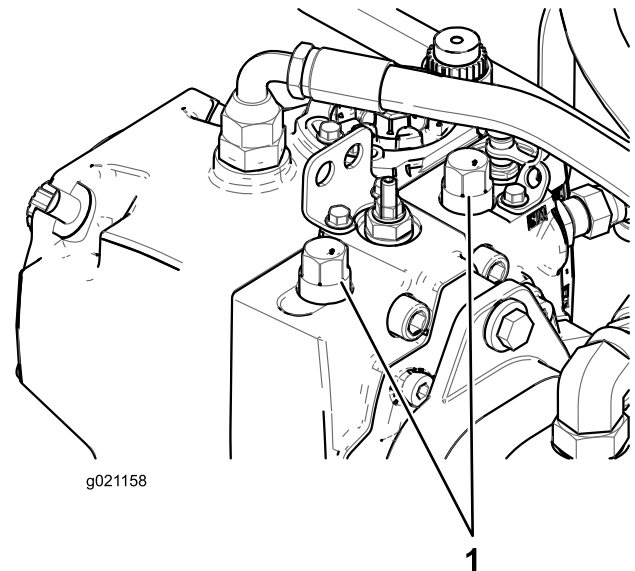

Bild 36
1. Öffnen Sie die Motorhaube und ermitteln Sie die Sicherheitsventile an der Pumpe (Bild 36).